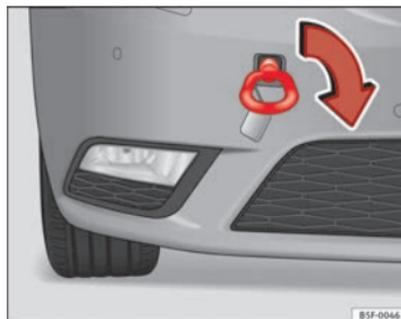

Fig. 174 Pare-chocs avant droit : œillet de remorquage vissé
- Vissez l'œillet de remorquage dans le filetage ⇒ fig. 174 jus-qu'en butée et serrez-le à fond avec la clé pour boulons de roues.